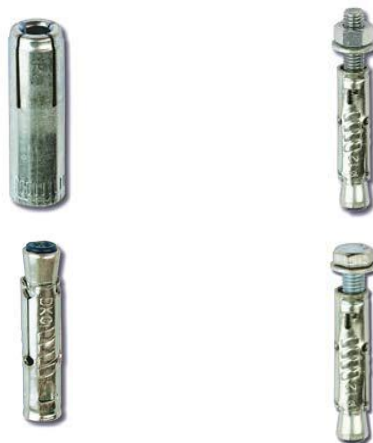

Рисунок 10– Забивной разрезной анкер, стандартный анкер, стандартный анкер с болтом, стандартный анкер со шпилькой (слева направо)
5.2.3 Для крепления шпилек и консолей к бетонной и кирпичной поверхности необходимо применять металлические забивные разрезные анкеры (рис.10), стандартный анкер, стандартный анкер с болтом, стандартный анкер со шпилькой.